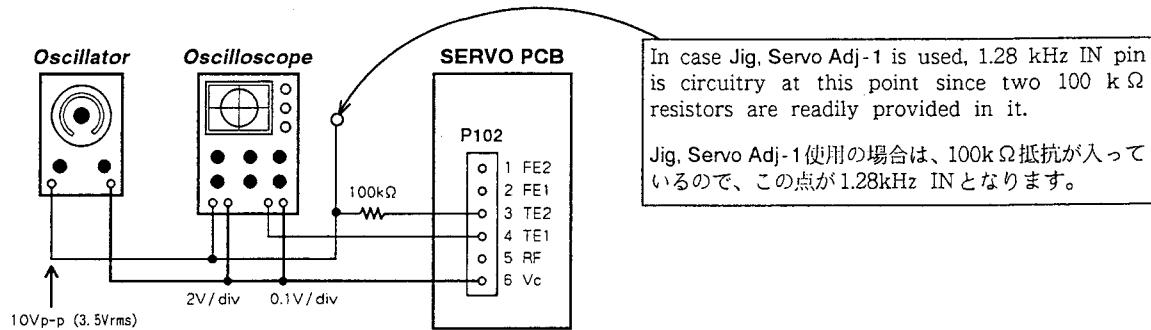

Fig. 6-6
3. Input a 1.28 kHz/10 Vp-p (3.5 Vrms) signal via 100 kΩ resistor to TE2 from the external oscillator. (Fig. 6-6)
3. 外部 OSC より 100k Ω の抵抗を介して 1.28kHz / 10Vp-p (3.5Vrms) の信号を TE2 に入力する。 (図6-6)
(Fig. 6-6)
3. 外部 OSC より 100k Ω の抵抗を介して 1.28kHz / 10Vp-p (3.5Vrms) の信号を TE2 に入力する。(図 6-6)